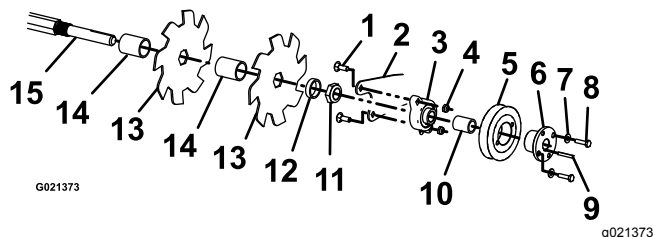

Figure 27
9. Retirez les 4 boulons de carrosserie et contre-écrous qui fixent l'assemblage de lames (Figure 27) et le déposez du support de la fourche.
10. Retirez les 2 boulons et rondelles qui fixent la poulie au roulement. Desserrez les vis sur le roulement et sortez la clavette de l'arbre (Figure 27). Déposez le roulement et la poulie en retirant les fixations du roulement sur le support de la fourche.